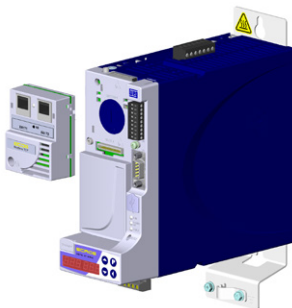

Figura 4.2: Instalação do acessório
3. Conectar o acessório no slot apropriado, tal como ilustrado na Figura 4.2 na página 20. Os acessórios ECO5, ECO6 e ECO7 podem ser conectados somente no slot 2.